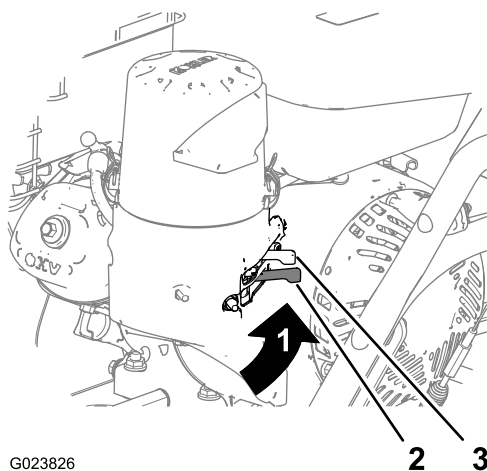

Рисунок 9
Для включения подачи топлива переведите отсечной топливный клапан, расположенный под воздушной заслонкой, вправо (Рисунок 9).
2. Сзади, с левой стороны двигателя переведите рычаг воздушной заслонки в положение ВКЛ. Если двигатель прогреет, оставьте рычаг воздушной заслонки в положении ВЫКЛ. (Рисунок 9).
5. Дайте двигателю прогреться в течение нескольких минут, затем переведите рычаг воздушной заслонки вперед, в положение ВЫКЛ. (Рисунок 9).
- С помощью отсечного топливного клапана перекрывается подача топлива в случаях, когда машина не используется в течение нескольких дней, при постановке машины на стоянку внутри здания или при ее транспортировке с одной рабочей площадки на другую (Рисунок 9).